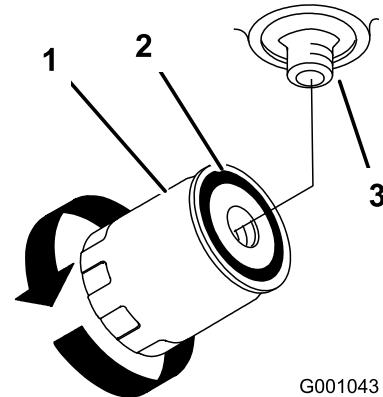

Figure 76
3. Appliquez une fine couche de liquide hydraulique sur le joint en caoutchouc du filtre de rechange (Figure 76).
Serrez ensuite le filtre de 1/2 tour supplémentaire (Figure 76).